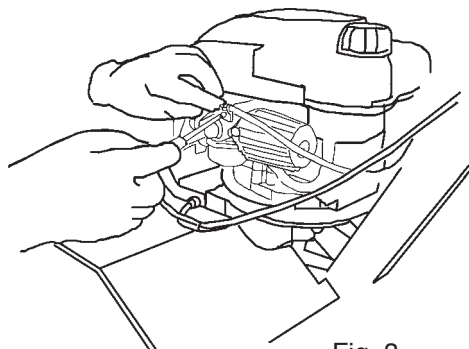

Fig. 3
- Raccorder le câble de commande d'accélérateur (Fig. 2) au moteur et fixer la gaine (Fig. 3).